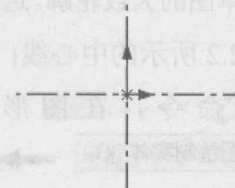
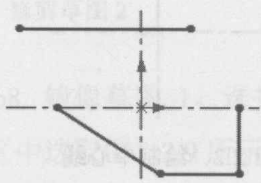
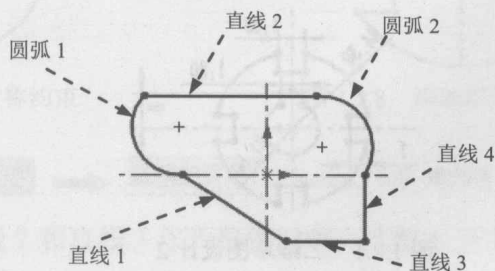

图 1.1.2 绘制中心线
图 1.1.3 绘制的直线
图 1.1.4 绘制的圆弧
Step3. 绘制草图的大致轮廓。由于 SolidWorks 具有尺寸驱动功能,开始绘图时只需绘制大致的形状即可。选择下拉菜单 **工具(T)** → **草图绘制实体(E)** → **中心线(C)** 命令,绘制经过原点的水平和垂直中心线(两条中心线都是无限长的),结果如图 1.1.2 所示;选择下拉菜单 **工具(T)** → **草图绘制实体(E)** → **直线(L)** 命令,在图形区中绘制图 1.1.3 所示的直线;选择下拉菜单 **工具(T)** → **草图绘制实体(E)** → **三点圆弧(S)** 命令,在图形区中绘制图 1.1.4 所示的圆弧。